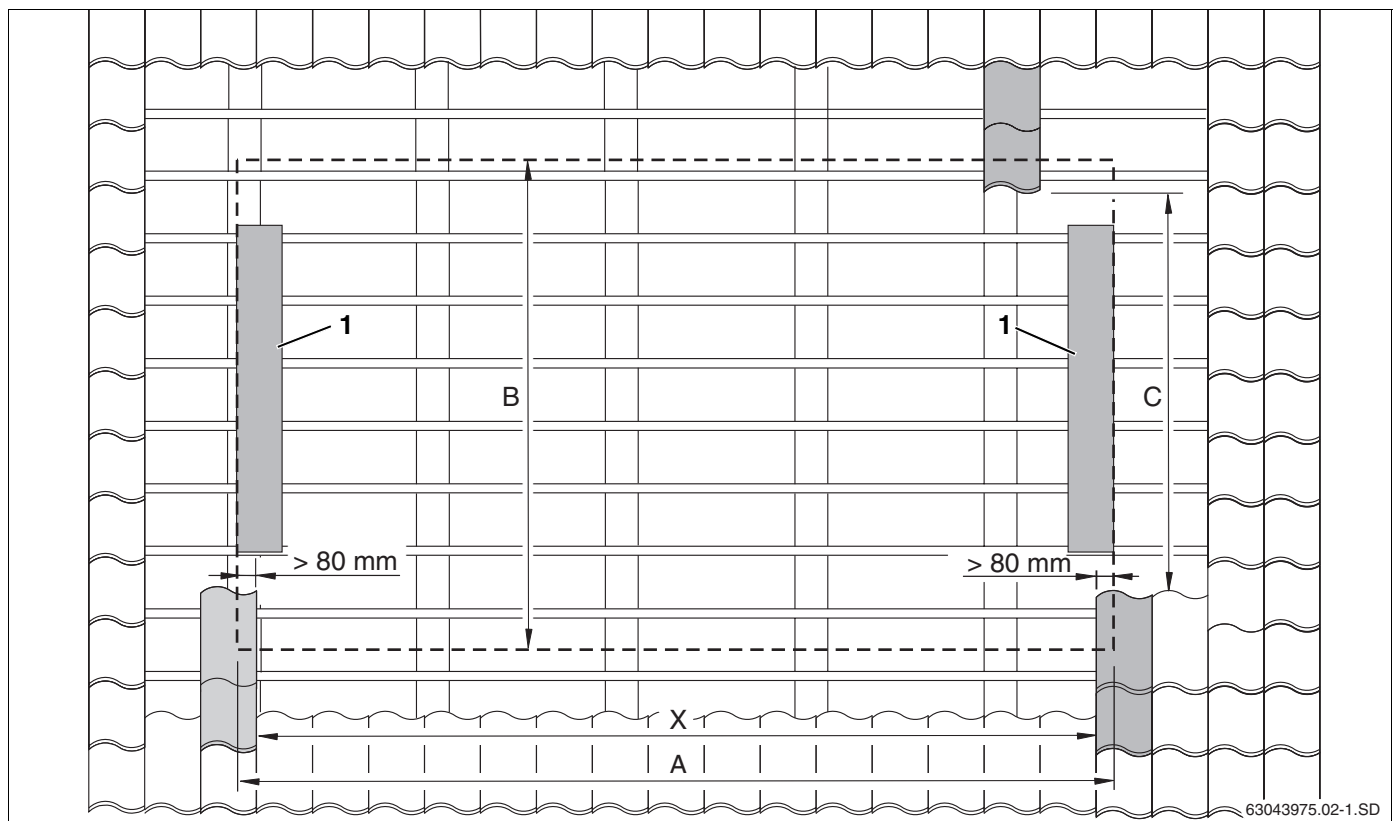

Abb. 8 Genaue Lage des Kollektorfeldes bestimmen
- Maß X (Abstand zwischen den Pfannen, die auf den seitlichen Abdeckblechen, Abb. 8, **Pos. 1**, liegen) auf dem Dach vermitteln und auf das Dach übertragen.
- Maß C (Abstand zwischen Pfannen oben und unten, Abb. 8) auf das Dach übertragen.